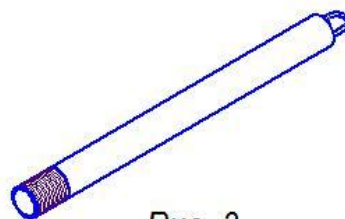

Рис. 3
- 6.2. Вкрутить в резьбовые отверстия лицевой панели патрубки (рис.3) до упора.